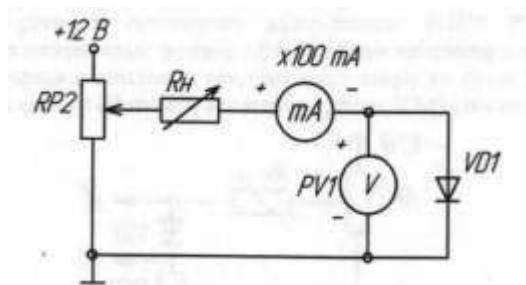

Рисунок 2.1- Схема для снятия ВАХ для прямой ветви
- а) Собрать схему для исследования выпрямительного диода на постоянном токе в соответствии с принципиальной схемой рис. 2.1. Для измерения анодного тока включить миллиамперметр постоянного тока с пределом 100 мА. Для измерения анодного напряжения использовать мультиметр. Последовательно с диодом включить токоограничивающий резистор R_H .
Снять вольтамперную характеристику выпрямительного диода на постоянном токе для прямой ветви (рис. 2.1); для снятия характеристик регулировать напряжение на выходе потенциометра; результаты измерений занести в таблицу Таблица 2.1. Построить ВАХ диода, определить основные точки на характеристике.